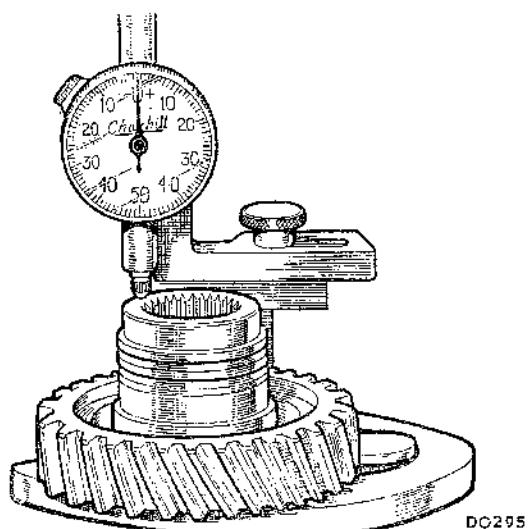

Fig. Aa.16
- (30) Realizar el punto (23).
- (31) Colocar el engranaje primario sobre una superficie plana o en la Herramienta de Servicio 18G 191 A y utilizar el indicador de comprobación, Herramienta de Servicio 18G 191, para tomar la medida media. Poner en cero el dial, como se indica en la Fig. Aa.16.